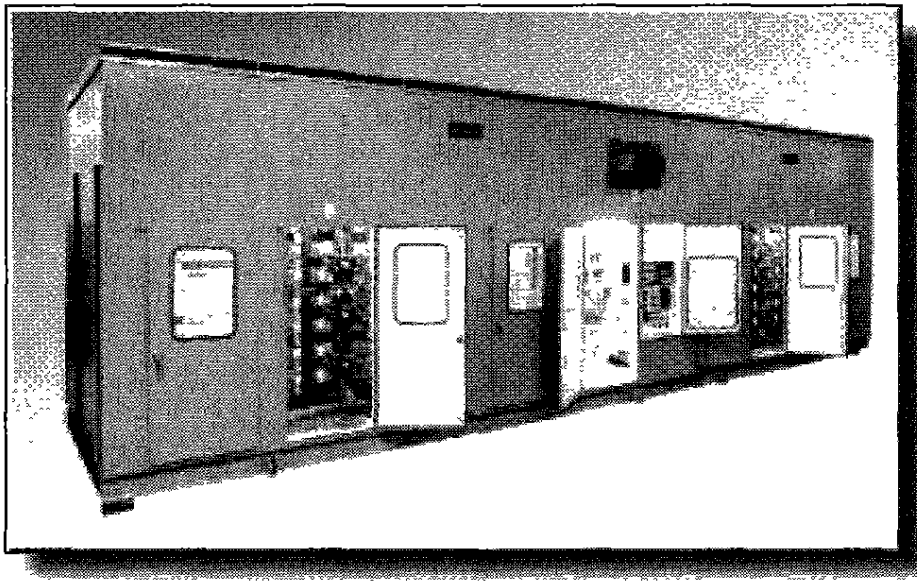

Figure 8 : Chambres de redresseurs
- 2) Une à plusieurs chambres de redresseurs (figure 8) en fonction de la taille des installations. Nous en avons dessinées deux branchées en parallèle afin d'augmenter la capacité du courant d'alimentation des cellules.